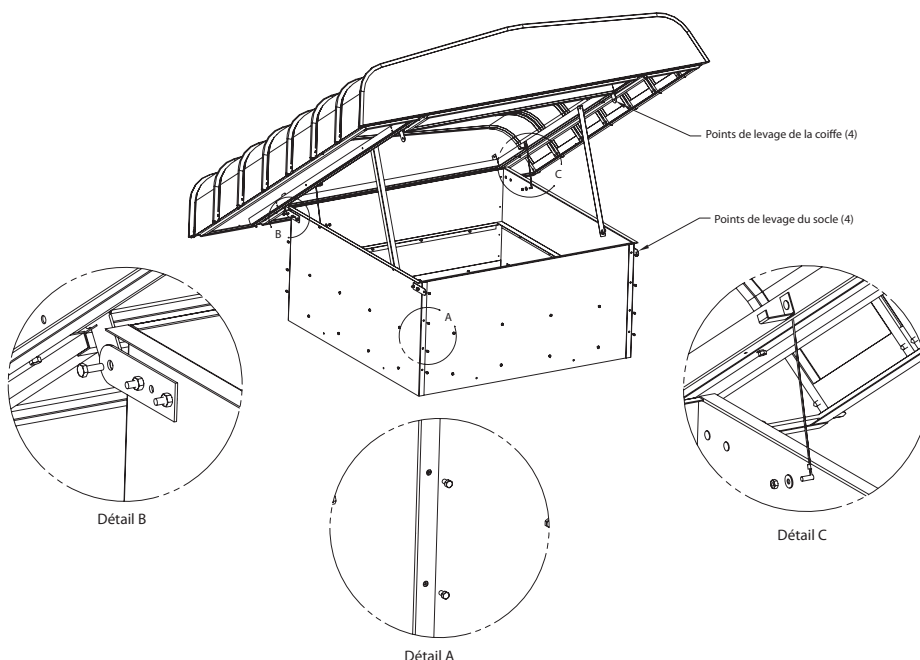

Figure 2 — Détails de la pose du socle
**REMARQUE :** Voir les détails de la pose du socle sur la Figure 2.
- En utilisant les 12 vis à tôle #12 x 5/8, fixer les trois (3) vis inférieures à chaque coin des côtés du caisson de socle comme illustré sur le Détail A.
- 3. Lever le socle par les 4 points de levage du socle jusqu'au toit et le poser sur la costière. Voir les points de levage du socle sur la Figure 2, page 4.
- 5. Lever la coiffe par les 4 points de levage de la coiffe jusqu'au toit et la poser sur le socle. Voir les points de levage de la coiffe sur la Figure 2, page 4.
- 6. À l'aide de 2 boulons de 5/16-18 x 3/4 et de 2 écrous de 5/16-18, attacher le point d'articulation (fixé à la coiffe) au socle, comme illustré sur la Figure 2, page 4, Détail B.
- 8. Sous la coiffe se trouve un câble de retenue. Sur les deux côtés du socle, déplacer les 2 boulons et écrous et attacher le bout du câble de retenue au socle, comme sur la Figure 2, page 4, Détail C.